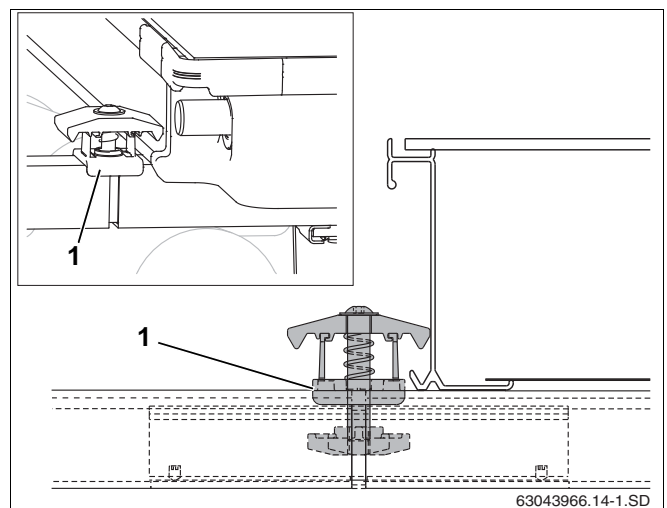

Fig. 44 Montering af dobbeltsidet opspændingsanordning
- ▶ Læg den dobbeltsidede opspændingsanordning ind i profils Skinnerens og stikforbinderens åbning med møtrikken foran, så plast-afstandsholderen (fig. 44, **pos. 1**) griber om profils Skinneren.